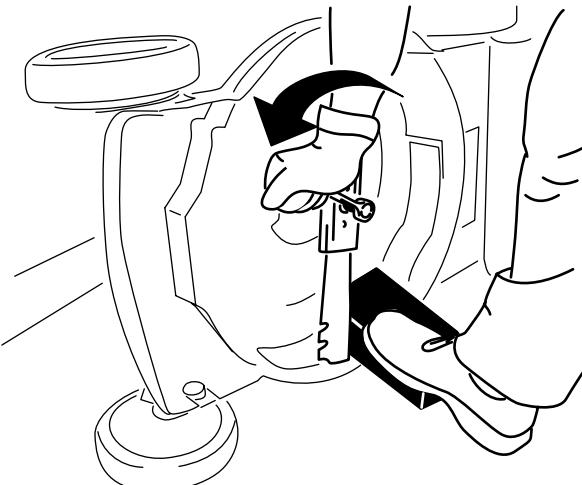

Figura 24
4. Retire a lâmina guardando todo o equipamento de montagem (Figura 24).